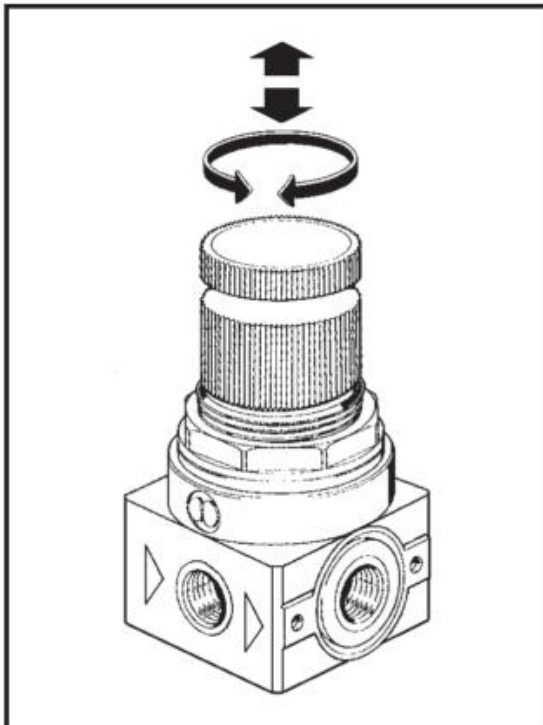

Abb. 3: Drehknopf Druckregler-Filtergruppe
- ◆ Stellen Sie den Luftdruck durch den Drehknopf der Druckregler-Filtergruppe ein (Abb. 3:)